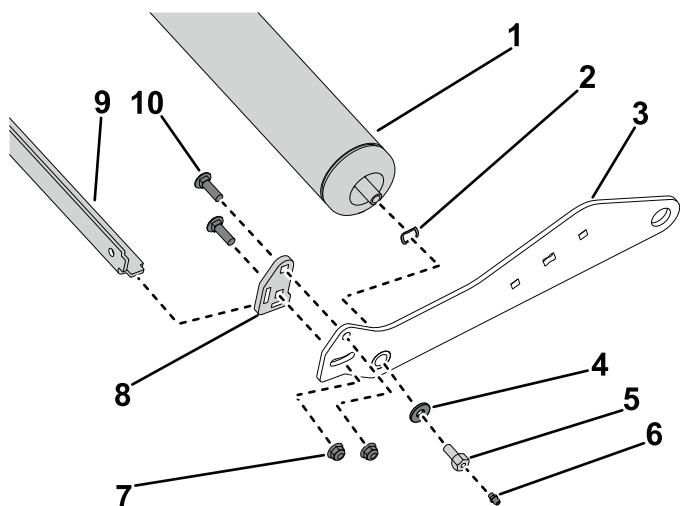

Figura 3
1. Coloque la arandela de muelle en cada extremo del eje del rodillo (Figura 3).
2. Coloque un brazo de rodillo en cada extremo del eje del rodillo (Figura 3).
3. Sujete el brazo del rodillo a los 2 ejes del rodillo con la arandela endurecida (lado derecho solamente) y los 2 tornillos del eje del rodillo. Enrosque los 2 engrasadores en los 2 tornillos del eje del rodillo si no se montaron anteriormente (Figura 3).
4. Introduzca las pestañas de montaje del rascador de rodillo en las ranuras de cada uno de los brazos del rascador (Figura 3).
5. Instale los brazos del rascador en los brazos del rodillo (Figura 3).
6. En el lado izquierdo del brazo del rodillo, sujete el brazo del rascador al brazo del rodillo con 2 tornillos de cuello cuadrado ( $\frac{3}{8}$ " ) y 2 tuercas nyloc ( $\frac{3}{8}$ " ) (Figura 3). Repita este procedimiento en el brazo de rodillo derecho.